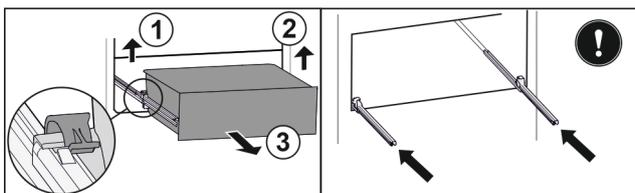

Fig. 131
- ▶ Podnieść lewy zacisk i wysunąć jednocześnie szufladę po lewej do przodu. Fig. 131 (1)
- ▶ Podnieść prawy zacisk i wysunąć jednocześnie szufladę po prawej do przodu. Fig. 131 (2)
- ▶ Wyjąć szufladę do przodu. Fig. 131 (3)